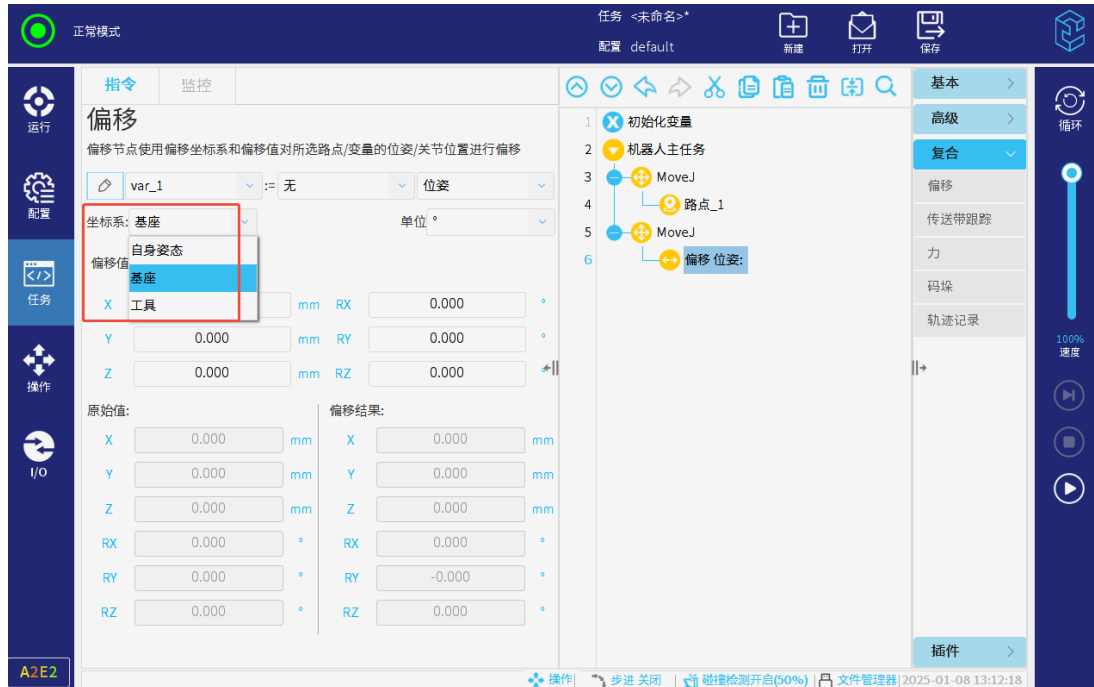

图 3-117: 指定位姿偏移的坐标系
- 位姿偏移模式下，可选择基座、工具或自身姿态坐标系，如图 3-117所示。